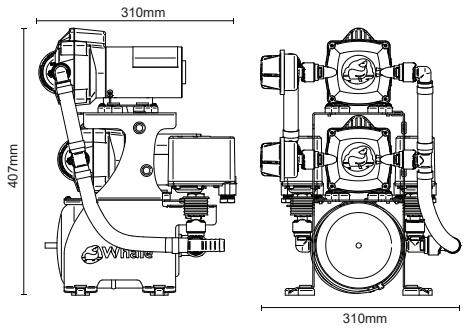

Figura 3 Dimensioni complessive
5. Avvertenze	Figura 3
Il kit per l'acqua dolce ad alta capacità usa dei collegamenti con raccordi da $\frac{3}{4}$ " (19 mm) sull'entrata e sull'uscita (figura 5). L'uscita dovrebbe essere collegata al sistema dell'acqua dolce in un'ubicazione centrale. Le dimensioni complessive del kit per l'acqua dolce ad alta capacità sono illustrate nella figura 3.